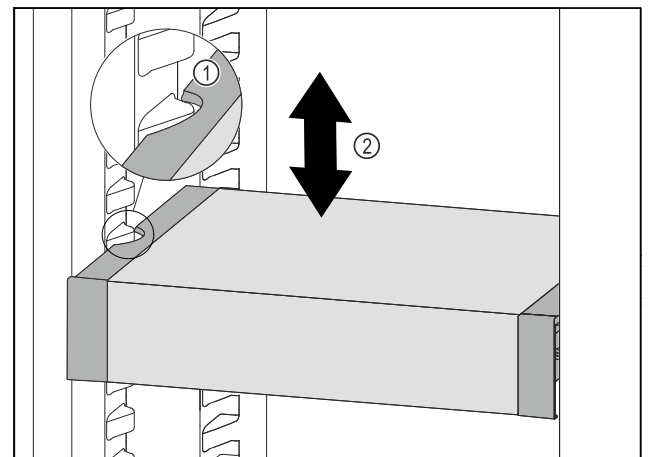

Fig. 111
- Потягнути VarioSafe вперед, поки бокові заглиблення VarioSafe не опиняться на рівні ребра для резервуара в охолоджувальному відділенні. Fig. 111 (1)
- Пересувайте VarioSafe вгору або вниз в охолоджувальному відділенні до тих пір, поки не досягнете бажаної висоти. Fig. 111 (2)